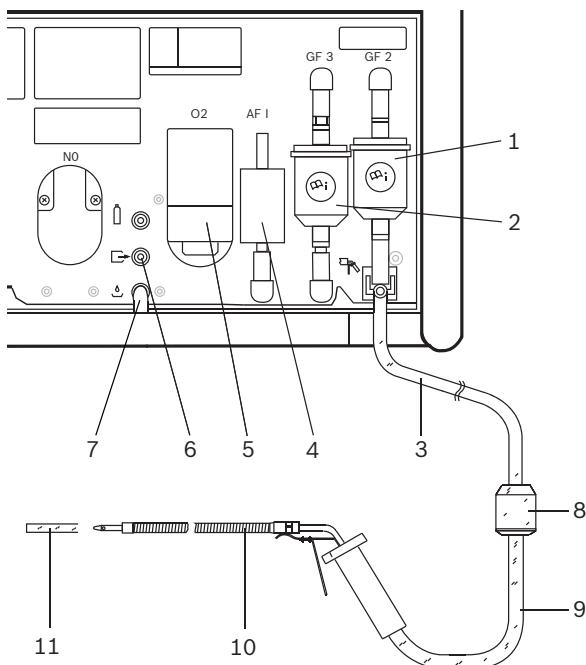

Рис. 3: BEA 060
- Замена фильтра грубой очистки GF1 (рис. 3, поз. 8) в шланге отбора ОГ.
- Замена фильтра грубой очистки GF2 (рис. 3, поз. 1), см. гл. 5.4.4.
- Проверить, что оба шланга ПВХ подключены к выходам газа (рис. 3, поз. 6 и 7).
- Визуальный контроль зонда отбора ОГ (рис. 3, поз. 10).
- Замена фильтра с активированным углем (рис. 3, поз. 4) в тракте газа для калибровки нуля.